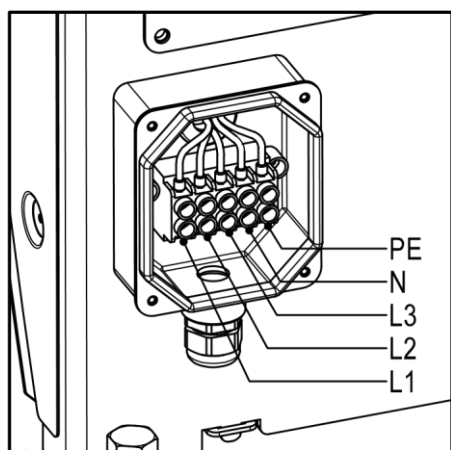

Fig.3
Elektrische aansluiting (Fig.3)
- Open het bedieningspaneel (fig.3). In deze kast bevindt zich een klemmenblok.
- Sluit de 3 fasen aan op de klemmen gemerkt L1, L2, L3 (fig.3)